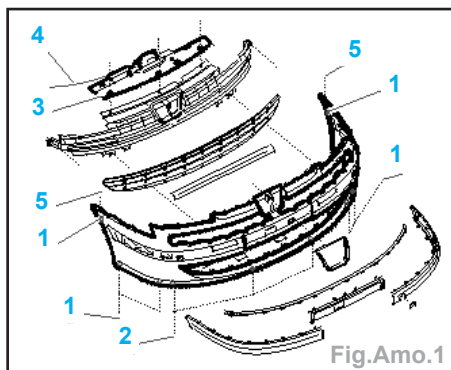

Fig.Amo.1
- Déposer les fixations (1) des pare-boue D et G (Fig.Amo.1).